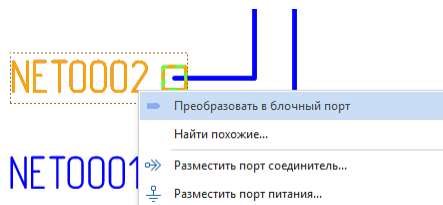

Рис. 260 Размещение блочного порта на свободном окончании цепи
1. Выбрать свободное окончание цепи, вызвать контекстное меню и выбрать пункт «Преобразовать в блочный порт», см. Рис. 260.